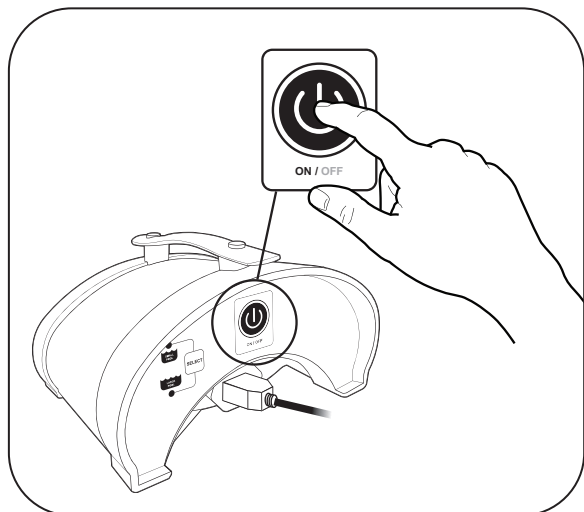

Figure 6. Commencer le nettoyage
1. Appuyer sur le bouton de mise en marche pour initialiser ou interrompre le fonctionnement du robot nettoyeur (Figure 6).